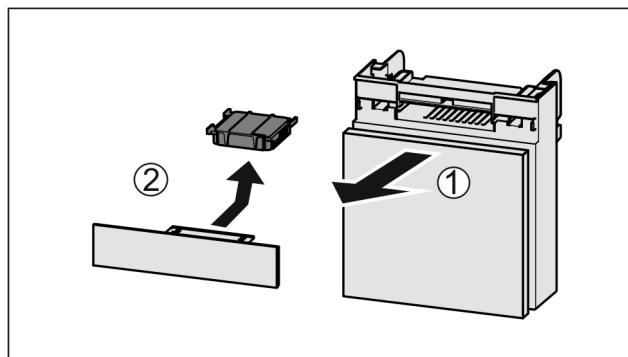

Fig. 87
- Extrageți Fig. 87 (1) compartimentul către înainte.
- Scoateți Fig. 87 (2) filtrul de cărbune activ.